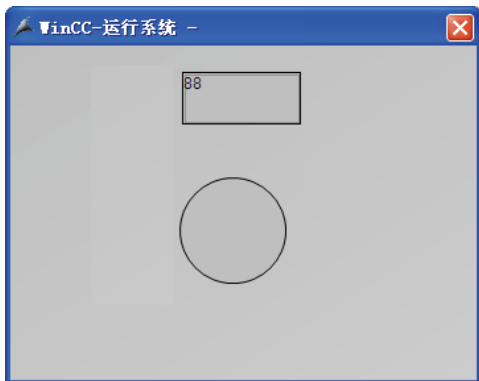

图 5-24 运行界面
5) 运行系统，在输入/输出域中输入一个数值（本例为 88），可以看到圆的 X 坐标移到 88 处。运行界面如图 5-24 所示。